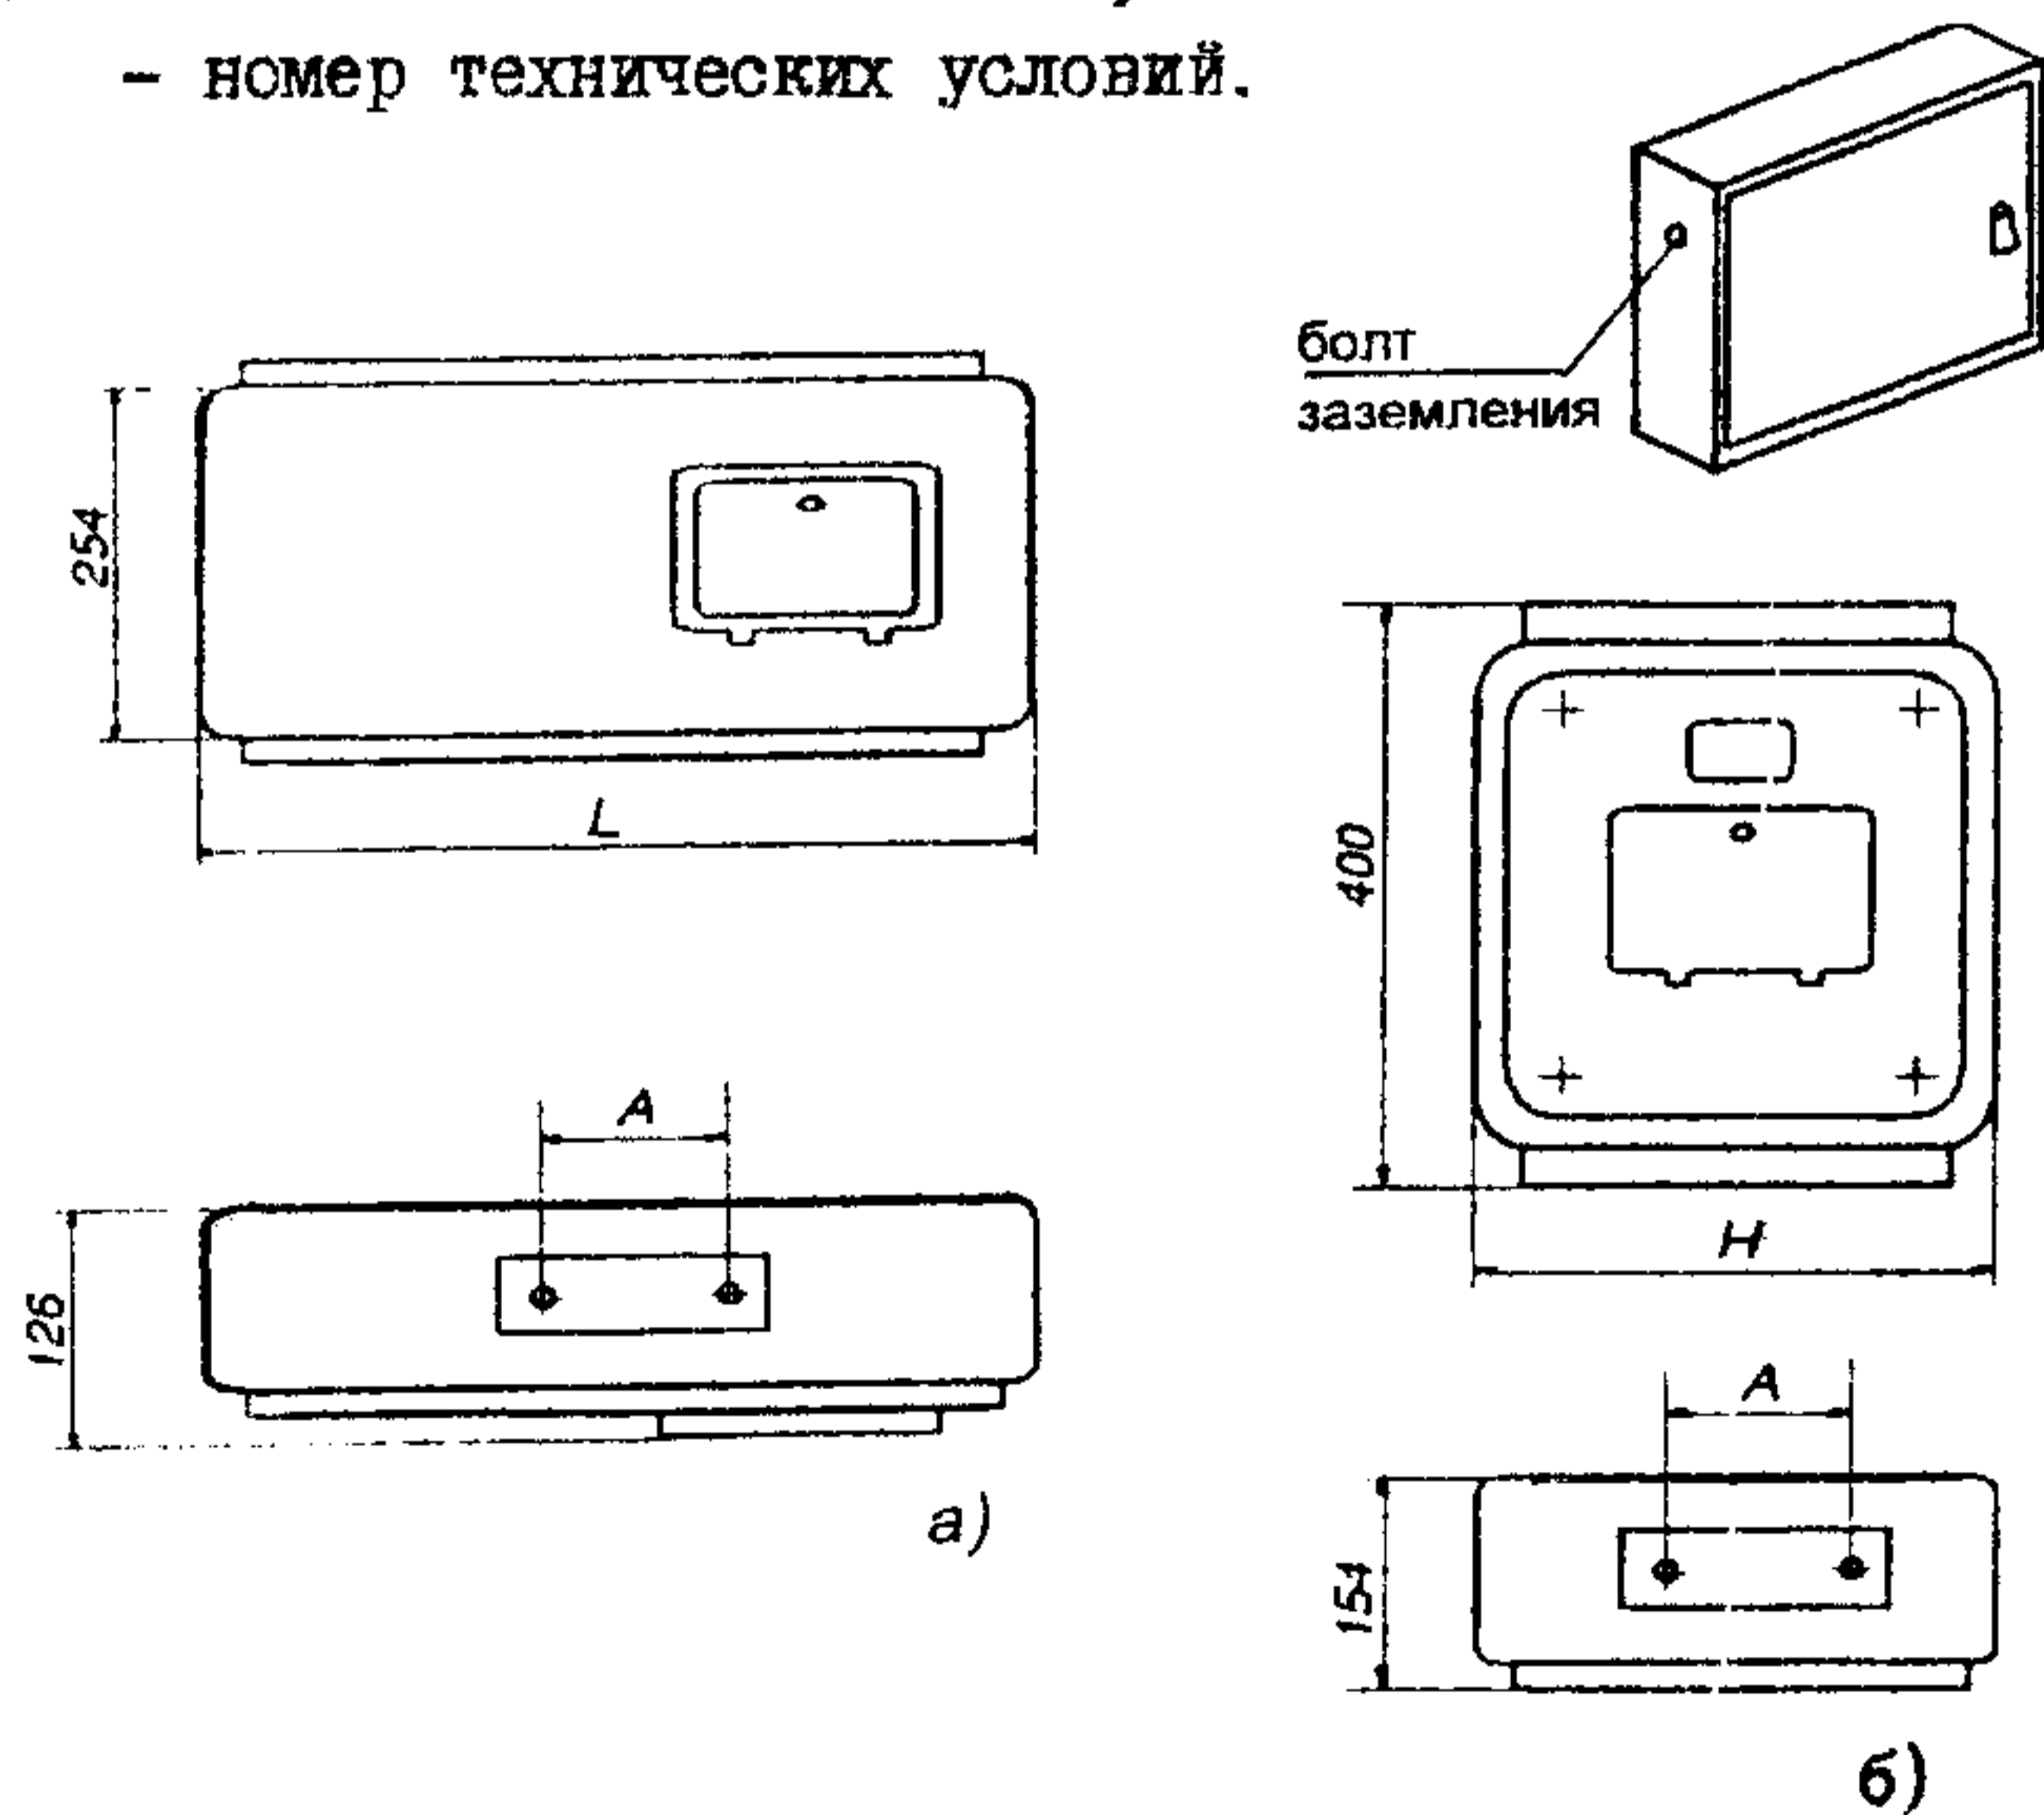

Рис. 4 Общий вид осветительных щитков:
2. Щитки ОП(ОПВ) служат для приема и распределения электрической энергии и защиты от перегрузок и токов короткого замыкания групповых линий в сетях с глухозаземленной нейтралью при напряжении 380/220 В. Щитки комплектуются автоматическими выключателями типа АЕ 1031 на отходящих линиях. Номинальный ток расцепителя, одинаковый для всех автоматических выключателей одного щитка, 16, 20 или 25 А (указывается при заказе). Ввод и вывод проводов осуществляется через верхнюю и нижнюю съемные крышки. Наибольшее число и сечение жил проводов, присоединяемых к одному вводному зажиму, 2x50 мм². Устанавливаются щитки на стене (см. рис.4). Номинальный ток от 25 до 100 А. Степень защиты IP30 по ГОСТ 14254-96.